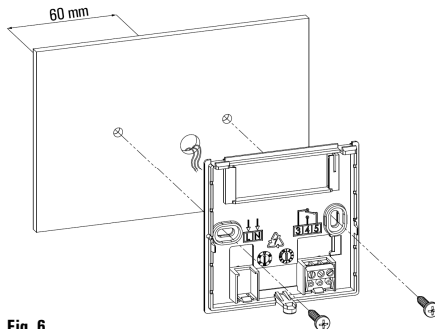

Fig. 6
- 4 Fastgør basen direkte på væggen eller på samledåser med 3 moduler via de to skruehuller til skruer med en afstand på 60 mm, og pas på at kablerne passerer ind i rillen som vist i fig. 6.